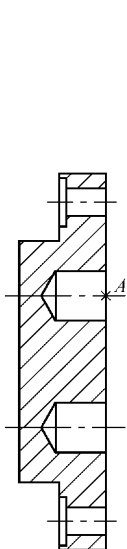

图 12-18 创建块
- 14) 创建块“bg”(泵盖), 以A点为基点, 如图12-18所示。